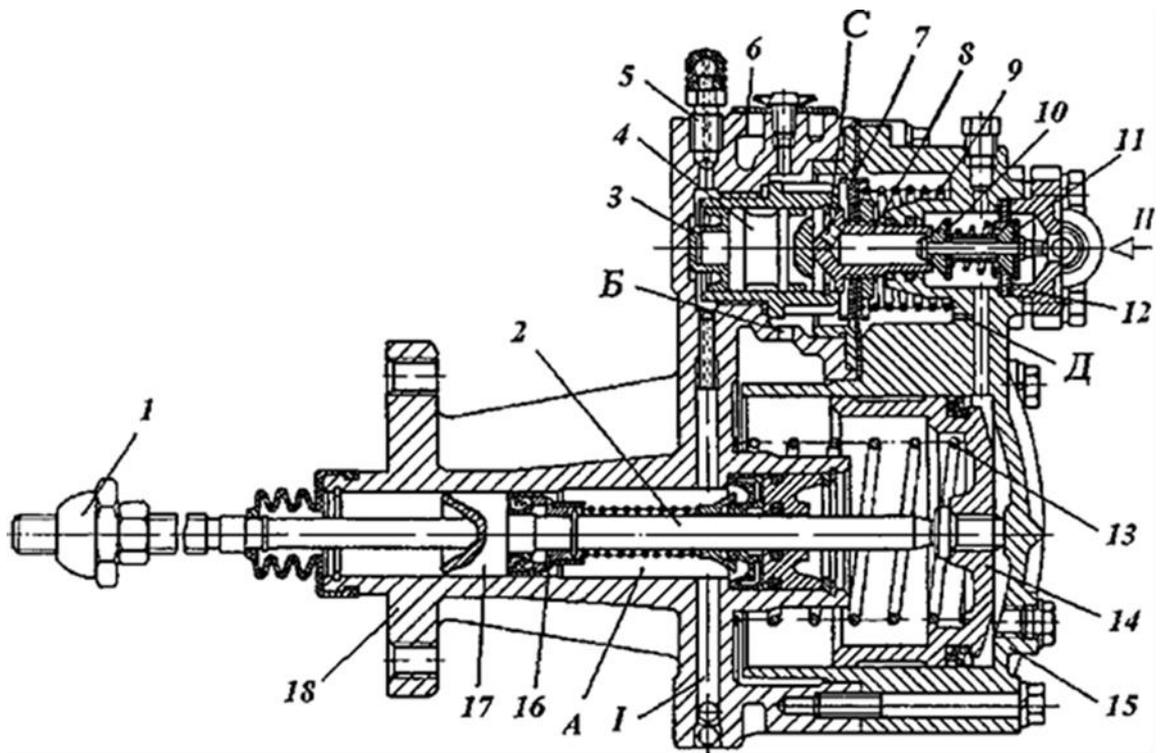

Рис. 1.6. Усилитель привода сцепления
50. ПОРШЕНЬ 4 (РИС. 1.6) СЛУЖИТ ДЛЯ ПЕРЕДАЧИ УСИЛИЯ НА: